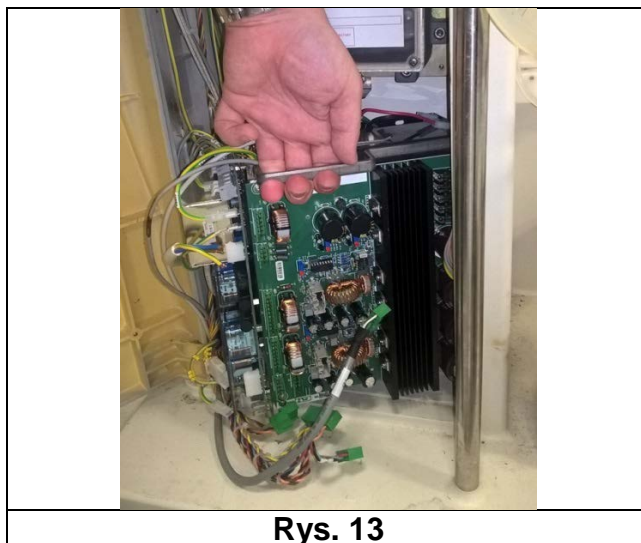

**Rys. 12**
12. Ponownie założyć silikonowe podkładki, które zostały wcześniej zdjęte z zasilacza sieciowego, na wystające końcówki dwóch śrub montażowych (**rys. 12**).